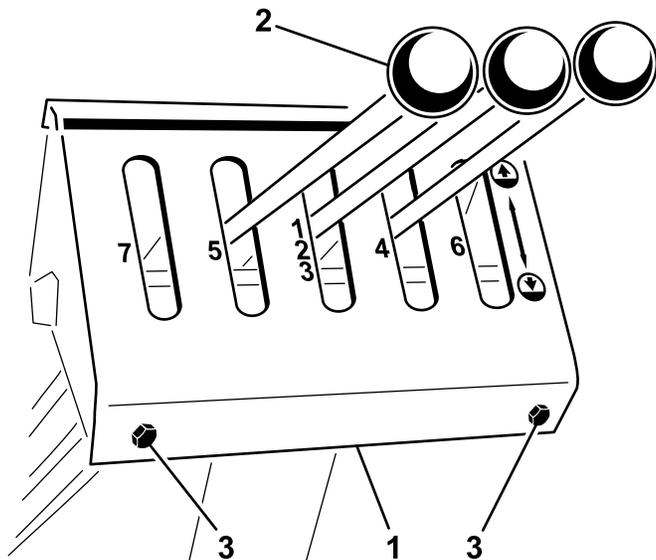

**Figure 7**
- Fixez les tubes de biellettes de commande supérieurs aux blocs de pivot avec les axes de chape et les goupilles fendues (Figure 7).
5. Vissez les leviers de commande dans les blocs de pivot (Figure 7 et Figure 8).